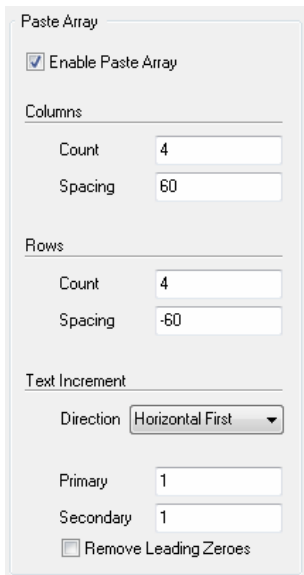
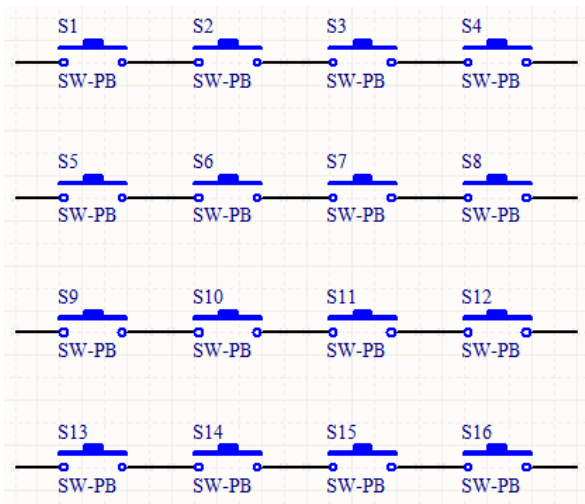

图 6-3 阵列粘贴选项配置
图 6-4 4×4 的开关阵列
执行菜单命令 Edit >> Smart Paste，打开 Smart Paste 对话框，选中该对话框右上方的 Enable Paste Array（使能粘贴阵列）复选框，激活该设置区域，其设置选项如图 6-3 所示，具体说明如下。
(1) 放置一个 Switch 开关到编辑区，将其标识符设为 S1 并复制。
(2) 执行菜单命令 Edit >> Smart Paste，打开 Smart Paste 对话框，单击该对话框右上方的 Enable Paste Array 复选框，激活该设置区域。
(3) 在 Columns 区域的 Count 文本框中输入 4，Spacing 文本框中输入 60。注意，度量单位应为 DXP Default，如果是其他长度单位应相应调整输入的 Spacing 数值。
(4) 在 Rows 区域的 Count 文本框中输入 4，Spacing 文本框中输入 -60。
(5) 将 Text Increment 区域的 Direction 设为 Horizontal First，Primary 和 Secondary 文本框中都输入 1。
(6) 完整的选项设置如图 6-3 所示，完成后单击 OK 按钮返回编辑窗口，可以看到光标上附着一个矩形框，移动该矩形框到合适位置，单击左键即可放置 4×4 开关阵列，如图 6-4 所示。